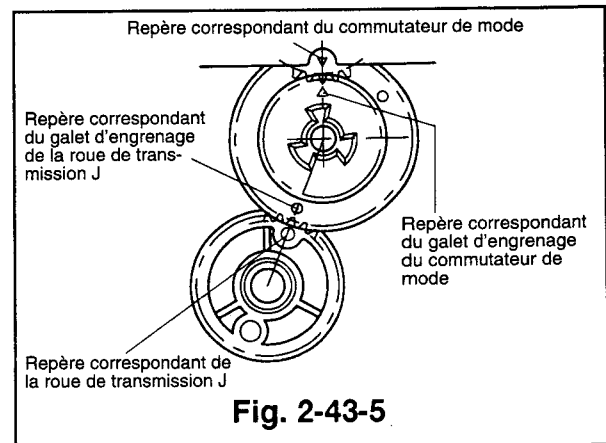

Fig. 2-43-5
- 4) S'assurer que le trou de la roue de transmission J s'aligne avec la marque correspondante du plateau principal, et la marque du galet de l'engrenage avec celle du commutateur de mode (Voir la Fig. 2-43-5).